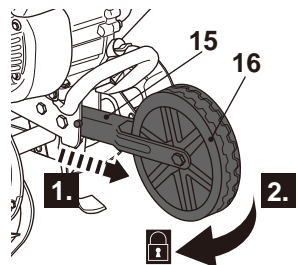

Fig. 14, posición de transporte
Cuando transporte el producto y durante el almacenamiento, la rueda de transporte se debe ajustar en la posición inferior (Fig. 14).
- > Tire del soporte de la rueda (15) hacia delante (Figs. 14 y 15, paso 1) y muévelo hacia arriba o hacia abajo hasta la posición deseada (Figs. 14 y 15, paso 2).
**i** NOTA: Asegúrese de que la rueda de transporte se acopla en la posición de transporte o en la de funcionamiento. No utilice el producto con la rueda (16) ajustada en una posición intermedia.